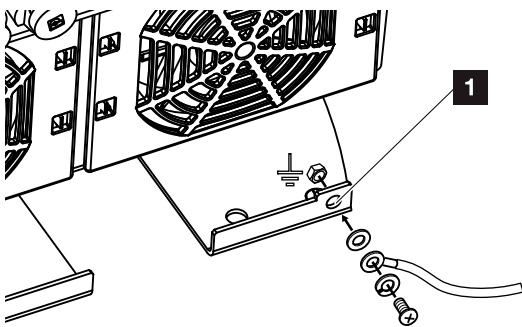

Abb. 25: Länderspezifischer PE-Anschluss außen
11. In Ländern, in denen ein zweiter PE-Anschluss vorgeschrieben ist, diesen an der gekennzeichneten Stelle des Gehäuses (außen) anschließen. **➤** **Abb. 25, Pos. 1**